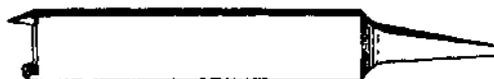

Fig. 29
*Verruma especial para marcheteiro* (Fig. 29). — É feita de limas usadas, destemperadas.